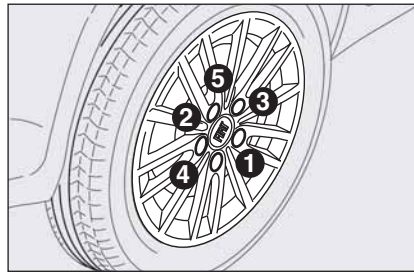

fig. 10
- mediante l'utilizzo della chiave in dotazione, serrare a fondo i bulloni secondo l'ordine rappresentato **fig. 10**;